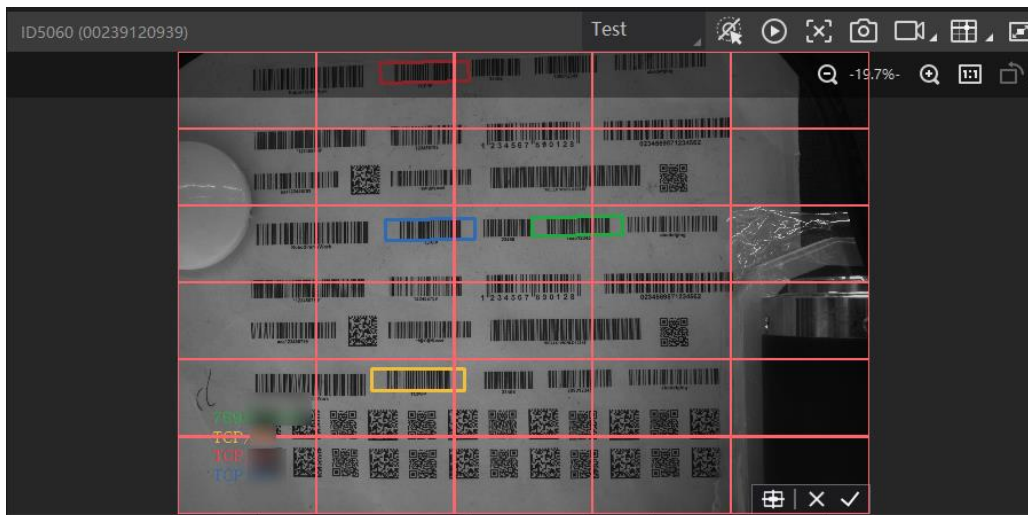

图3-28 棋盘格绘制 ROI
4. 此时预览窗口将展示设置的棋盘格 ROI 区域, 如图 3-28 所示。通过如下操作, 可以根据实际需求对 ROI 区域进行调整。调整完成后, 点击 , 此时预览窗口生成棋盘格 ROI 区域, 红色边框变为绿色。